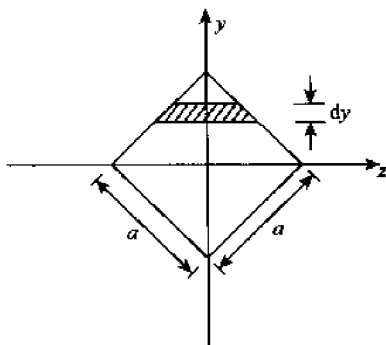

图 5-19
解 (1) 对题图所示截面, 由图 5-19 知其惯性矩是: